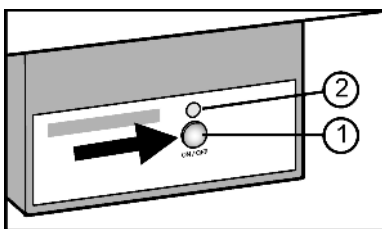

Fig. 23
- ▶ Druk op de toets On/Off Fig. 23 (1), zodat de LEDs Fig. 23 (2) branden.